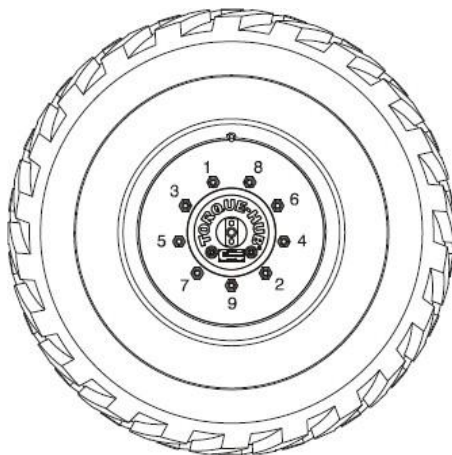

Рисунок 4-12. Последовательность затяжки колесных гаек
d. Все колесные гайки и их резьба должны быть правосторонними. После установки колес в подвешенном положении затяните гайки крест-накрест, как показано на Рис. 4-12. Гайки должны быть затянуты последовательно до значения момента затяжки, указанного в Таблице 4-2.